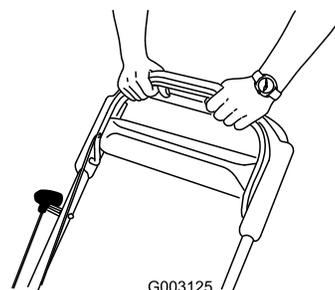

図 19
3. ブレードコントロールバーをハンドルに引き付けるように握りこむ 図 19。